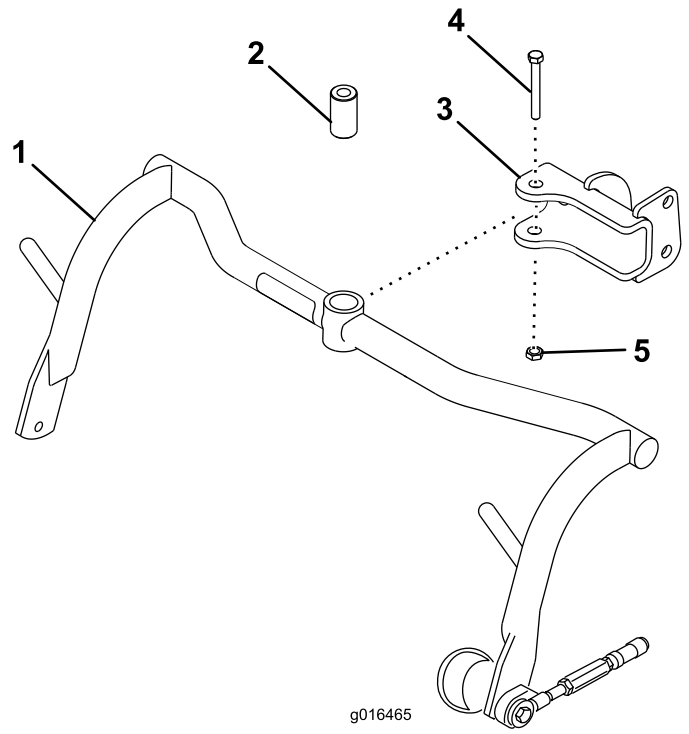

Figura 8
1. Monte um conjunto de estrutura de suporte em cada manilha com um espaçador, parafuso de 1/2 x 3-1/4 pol. e porca de bloqueio de 1/2 pol. (Figura 8). Aperte com 91–113 Nm.